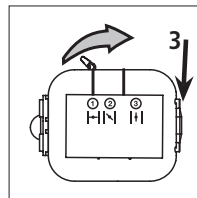

Fig. 27
8. Empurre a tampa para a direita e pressione-a para fechar, de forma que a aba da tampa do filtro engate na ranhura da placa de apoio (3), [Fig. 27].